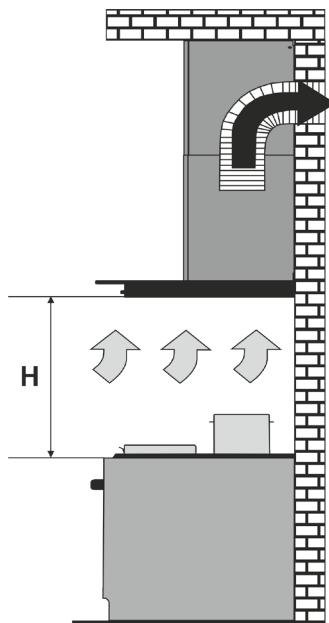

Abb. 1
1.11 ACHTUNG! Die Dunstabzugshaube wird in einer Höhe von 650-750 mm über Elektroherden und in einer Höhe von 750-850 mm über der Arbeitsfläche des Herdes an einer Wand montiert (Abb. 1).
4.5 Wenn Sie die Dunstabzugshaube in der erforderlichen **Installationshöhe H** über dem Ofen installieren (**Abb. 1**), verwenden Sie einen Kanal mit **Ø150 / Ø120 mm**, um Luft in den Schornstein abzulassen. Ein kleinerer Durchmesser erzeugt einen zusätzlichen Luftwiderstand, der zu erhöhten Geräuschen und Vibrationen sowie zu einer Überhitzung des Motors führt.
- ⇒ im Abluftmodus in den Schornstein der Küche (**Abb. 1**);
Wir erinnern Sie daran, dass die Einbauhöhe der Haube über den Elektroherden mindestens 650 mm und über den Gasöfen mindestens 750 mm betragen sollte (Abb. 1).